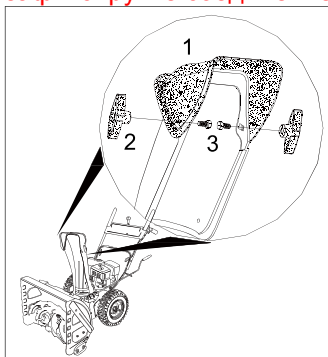

Рис.10
6. Соберите щиток разгрузочного желоба (1). Установите щиток (1) на желоб, и с помощью двух болтов (3) и барашкового винта(2) зафиксируйте соединение. (Рис.10)